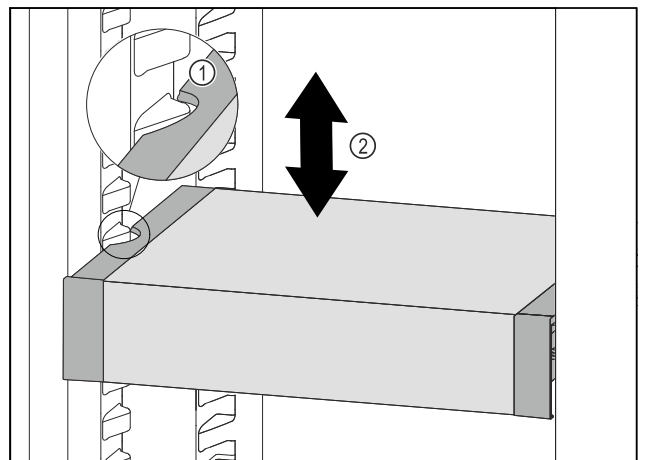

Fig. 155
- ▶ 向前移动 VarioSafe，直到 VarioSafe 两侧的凹槽与冷藏区中的容器肋梁持平。Fig. 155 (1)
- ▶ 在冷藏区中向上或向下移动 VarioSafe，直至所需高度。Fig. 155 (2)